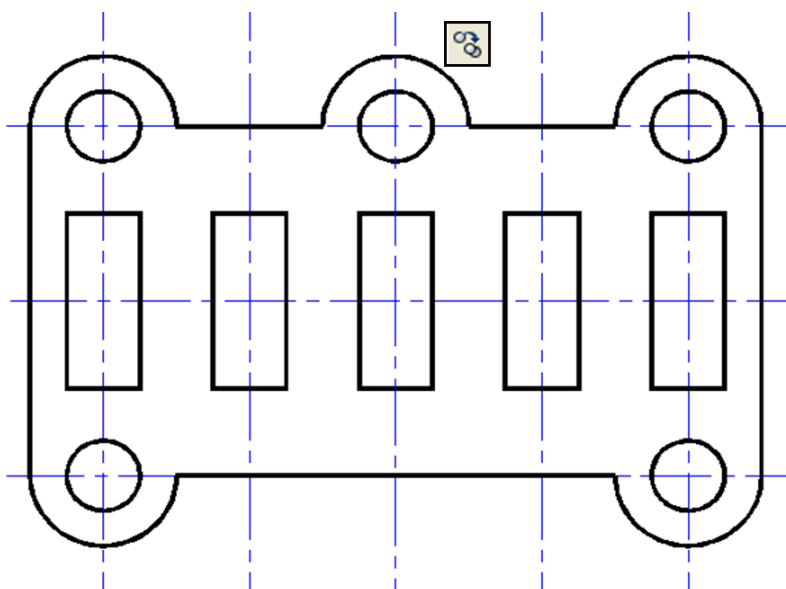

Рис. 56
8) Командой **Копировать** выполнить копии окружностей и дуг соответственно рис. 56.
9) Командой **Отрезок** выполнить горизонтальные и вертикальные отрезки (рис. 56).